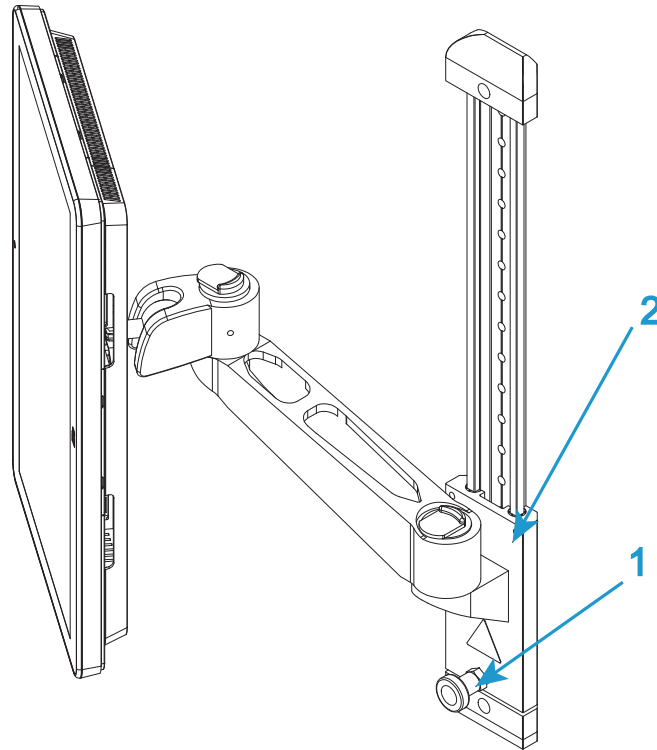

Figura 9. Ajuste de la altura
1. Puede ajustar la altura de la Panel del operador Bluehill® para acomodar a los distintos operadores. Afloje el bloqueo (1 en Figura 9 en la página 51) y deslice el brazo de montaje (2 en Figura 9 en la página 51) a la altura deseada. Vuelva a apretar el bloqueo.